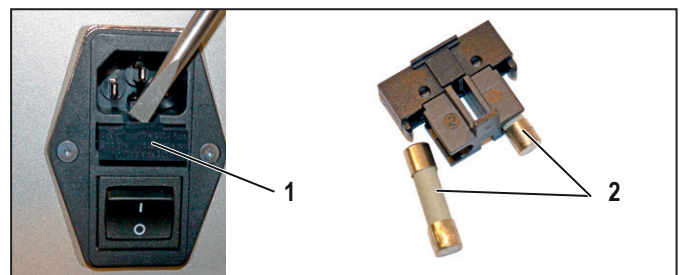

Bild 8.3 Sicherungen
- Hebeln Sie das Sicherungsfach (Bild 8.3, 1) mit einem Schlitzschraubendreher aus der Netzfiltereinheit heraus.
- Tauschen Sie beide Sicherungen (Bild 8.3, 2) gegen neue aus (2 x T2AH250V).